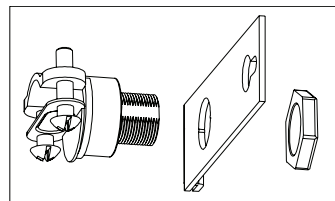

Fig 2
3. Using romex strain relief bushing, leave screws loose to accommodate installation of romex. Insert thread portion of connector into Access plate hole and secure with Hex nut until tight. Note: Position connector with screw heads on connector facing downward when installed on fixture. **See Fig 2**
3. Utilice el buje sujetacables y deje los tornillos sueltos a fin de adecuar la instalación del cable de alimentación. Introduzca la parte roscada del conector en el orificio de la placa de acceso y sujete bien a la unidad con la tuerca hexagonal. Nota: Coloque el conector con las cabezas de los tornillos hacia abajo al instalarlo en el accesorio. **Ver Fig 2.**
3. Si équipé d'une bague anti-traction, laissez les vis lâches pour permettre l'installation du câble d'alimentation. Insérez la partie filetée du connecteur dans le trou de la plaque d'accès et fixez-la solidement avec un écrou hexagonal, en serrant. Remarque : Positionnez le connecteur avec les têtes de vis qui s'y trouvent face vers le bas lorsqu'elles sont installées sur le dispositif. **Voir la Fig 2**